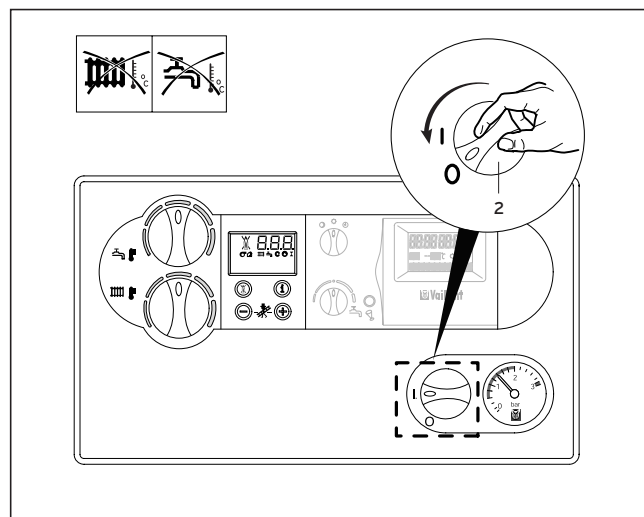

Fig. 3.17: Desactivación completa
- Para hacerlo, haga girar el interruptor general (2) hasta la posición "0" (Fig. 3.17).